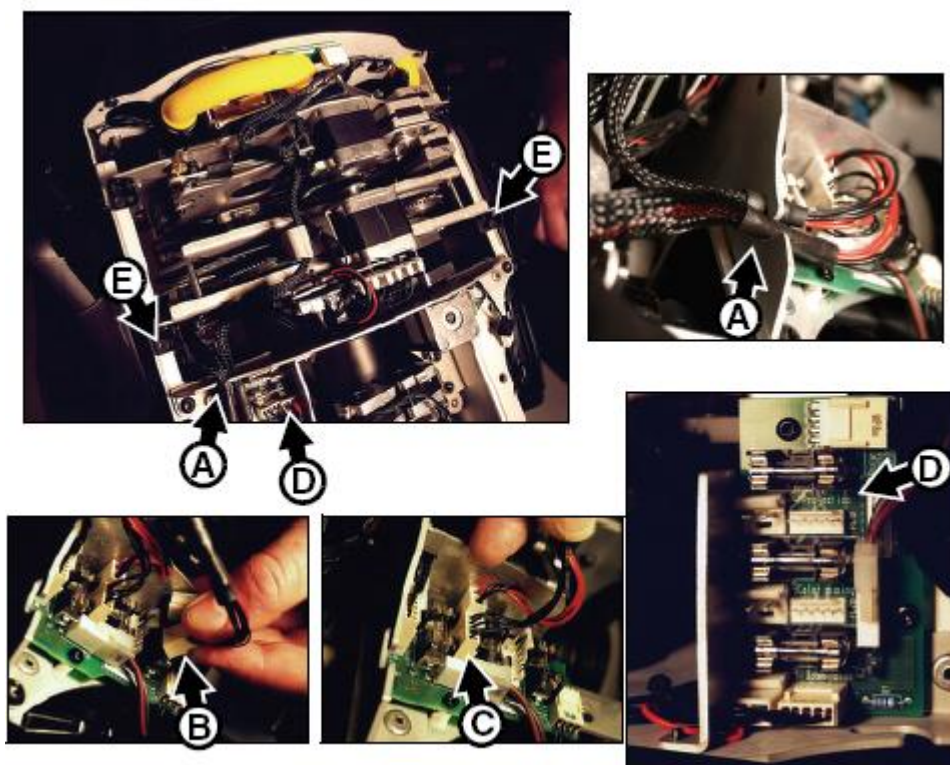

Рисунок 24. Отсоединение модуля проекции
3. См. рисунок 24. Отцепите комплекты проводов модуля проекции и смешивания цветов из выреза A в шасси модуля трансфокации/фокусировки и отсоедините два разъема B модуля проекции и два разъема C модуля смешения цветов от печатных плат D. Обратите внимание, что на плате отмечены названия разъемов.